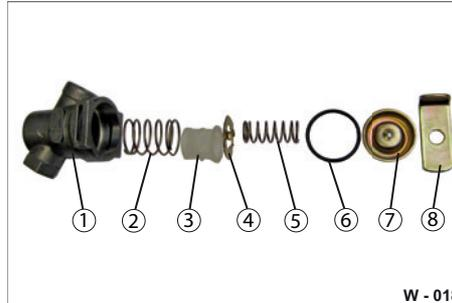

Abb. 45 Leitungsfilter zerlegt
- Drücken Sie mit einem Schraubendreher den Deckel (Abb. 45/8) nach unten und ziehen Sie den Winkel (Abb. 45/9) heraus.
- Entnehmen Sie die beiden Federn (Abb. 45/3 & Abb. 45/6), die Dichtung (Abb. 45/7), das Zwischenblech (Abb. 45/5) und den Filter (Abb. 45/4) heraus.
- Reinigen Sie das Filtergehäuse (Abb. 45/2) mit einem sauberen, trockenen Lappen.
- Reinigen Sie den Filter (Abb. 45/4). Erneuern Sie den Filter bei starker Verschmutzung bzw. Beschädigung.
- Prüfen Sie die Dichtung (Abb. 45/7) auf Beschädigungen, Vorhandensein. Ersetzen Sie beschädigte Dichtungen.
- ▶ Stellen Sie die kleine Feder (Abb. 45/6) auf die Laschen des Zwischenblechs.
- ▶ Setzen Sie den Deckel (Abb. 45/8) darauf.